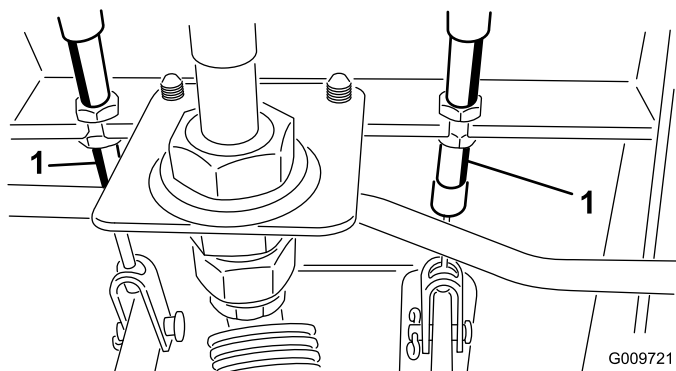

Figura 79
- A. Desaperte a porca dianteira na extremidade roscada do cabo do travão (Figura 79).